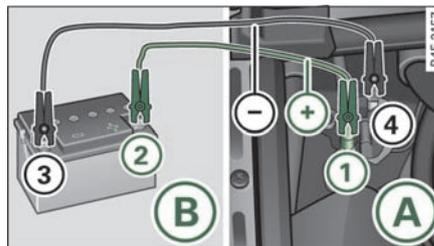

图 260 用另一汽车的电池进行辅助起动：A - 电量耗尽的蓄电池，B - 供电蓄电池
1. 将正极电缆（红色）的末端接到待起动车辆的**跨接起动接线柱** =>第287页, 图 260 ①上（红色盖板下的接线柱 = “正极”）**Ⓐ**。
2. 将正极电缆（红色）另一端连接在供电蓄电池的正极**②**上**Ⓑ**。